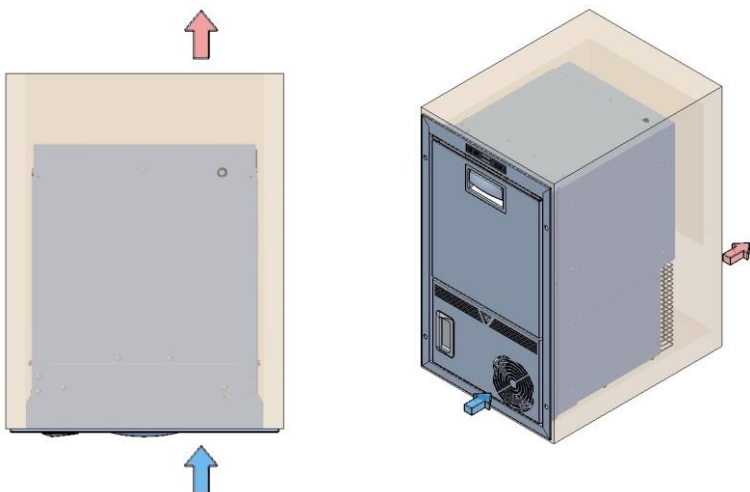

Abbildung 1b
- In Einbausituationen mit Regalen, die mit dem Ober- und Unterteil des Geräts in Berührung kommen, müssen die Belüftungsöffnungen oberhalb und unterhalb des Geräts, wie in Abb.1b, ausgeführt werden.